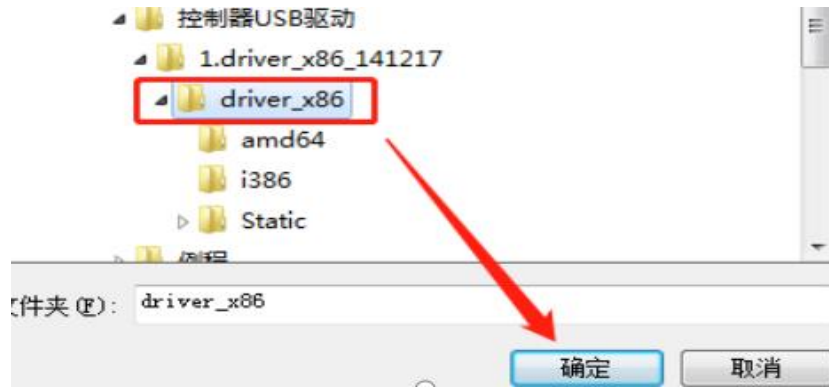

图 1.1.2 控制器 USB 驱动
(2) 双击或右键选择更新驱动->选择更新驱动->浏览计算机查找驱动软件->选择控制器 USB 驱动(位置: GCN 系列光盘资料 2022\驱动工具\控制器 USB 驱动\driver_x86) 如图 1.1.2 所示，